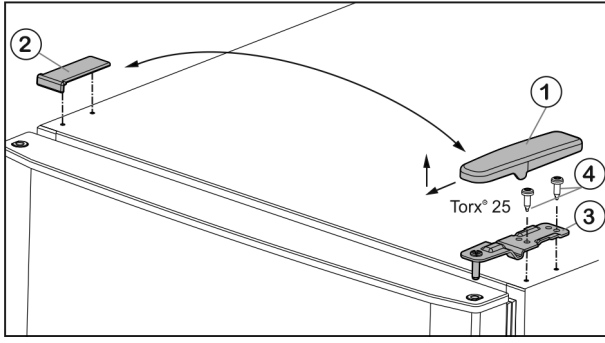

Fig. 5
- Kapağı Fig. 5 (1) öne ve yukarı doğru çekip çıkarın.
- Kapağı Fig. 5 (2) kaldırın.
- Üst yatak mesnedini Fig. 5 (3) sökün (2 x Torx® 25) Fig. 5 (4) ve yukarı doğru çekip çıkarın.
- Yeni menteşe tarafındaki üst yatak mesnedini Fig. 5 (3) kapıya yerleştirin.
- Üstteki yatak mesnedini (4 Nm ile) sıkıca vidalayın (2 x Torx® 25) Fig. 5 (4). Gerekirse akülü tornavida kullanın.
- Kapağı Fig. 5 (1) dıştan karşı tarafa yerleştirin ve yerine oturtun.
- Kapağı Fig. 5 (2) dıştan karşı taraflarına yerleştirin ve yerine oturtun.